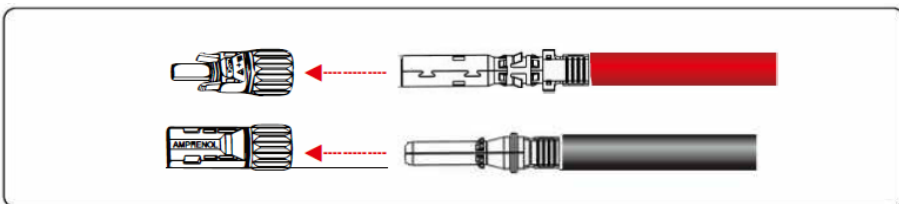

Figura 5.13 Conexión de los conectores positivo y negativo
**Paso 3** Inserte los cables de alimentación positivos y negativos en los conectores positivos y negativos correspondientes hasta que se oiga un "clik", como se muestra en la figura 5.13.